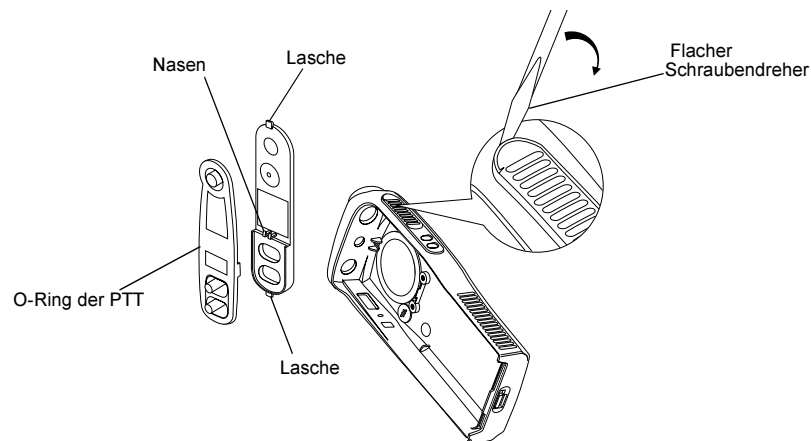

Abb. 2-6 Entfernen der PTT
- Auseinandernehmen der Sendetaste (Abb. 2-6)
1. Sofern erforderlich, kann die PTT (Abb. 2-6) mit Hilfe eines kleinen Schraubendrehers wie folgt ausgebaut werden: